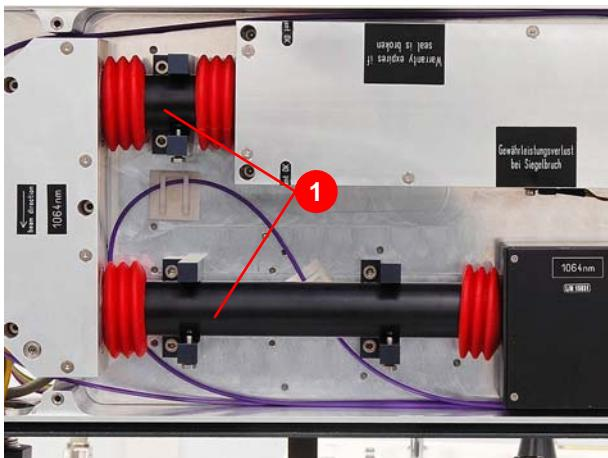

Abbildung 7.29 Strahlverrohrung einbauen
20. Strahlverrohrung (1) (Abbildung 7.29) auf der Resonatorseite des Laserkopfes einbauen und auf die korrekte Lage der Faltenbalge achten.